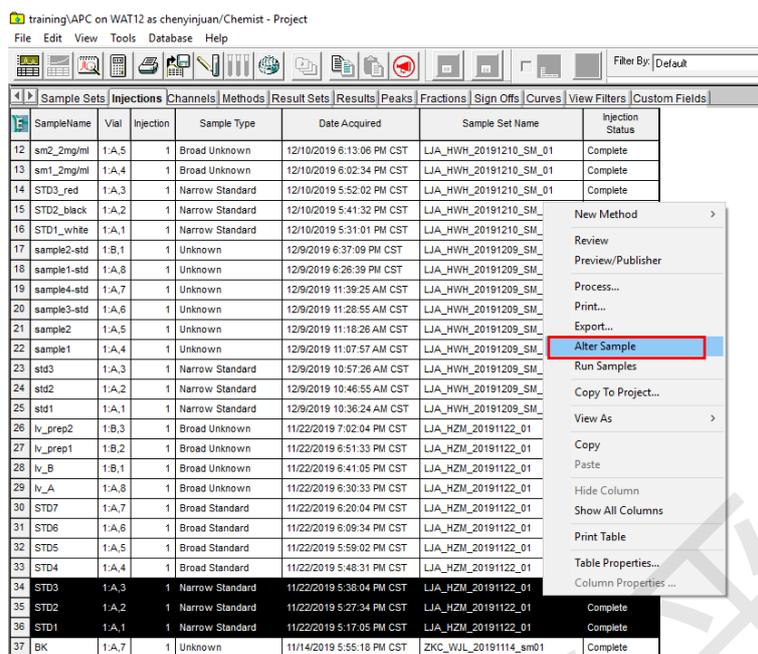

图7-27
Step 1: Injections/Channels子项目栏，选择标样运行序列（如图7-27,34-36），右键-Alter Sample，弹出Alter Sample对话框。